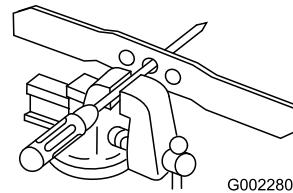

Figure 34
- Vérifiez l'équilibre de la lame en enfilant le trou central sur un clou ou la tige d'un tournevis serré horizontalement dans un étai (Figure 34).